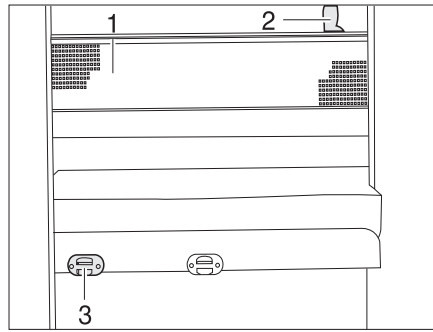

Fig. 131 Red de seguridad
- Enganchar la escalera de ascenso con los largueros en el soporte (Fig. 131,3) en el panel.
La red de seguridad (Fig. 131,1) viene de serie entre el colchón y el somier. Tender la red de seguridad cuando la persona ya se encuentre en la cama.
- Engatillar las cintas de sujeción (Fig. 131,2) en los soportes en el techo.